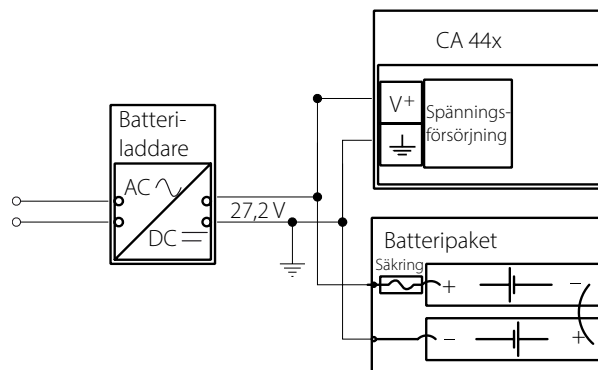

Bild 3 Spänningen ska vara likström (DC) mellan 9 och 34 Volt. För oavbruten drift vid strömavbrott ska batteripaketet installeras enligt bilden.
Spänningen ska vara likström (DC) mellan 9 och 34 Volt. Bild 3 visar anslutning av spänning och batteripaket för oavbruten drift.